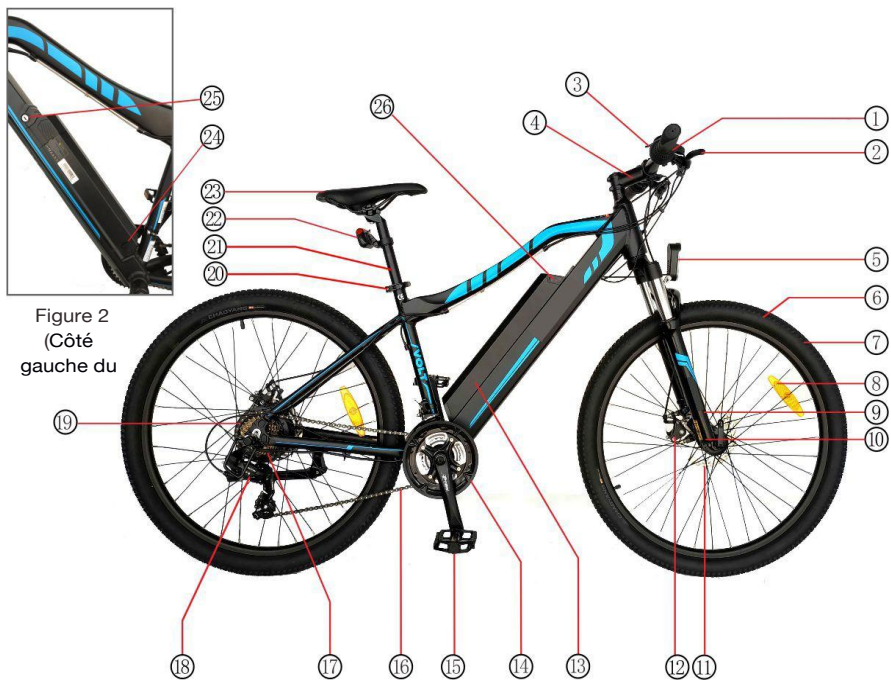

Figure 2
1. Charge : Reportez-vous à la figure 2, sur le côté gauche du châssis, vous pouvez voir le port de charge de la batterie, connectez le chargeur pour commencer à charger, lorsque l'affichage de la batterie est plein et que le voyant du chargeur passe du rouge au jaune-vert, il est complètement chargé.